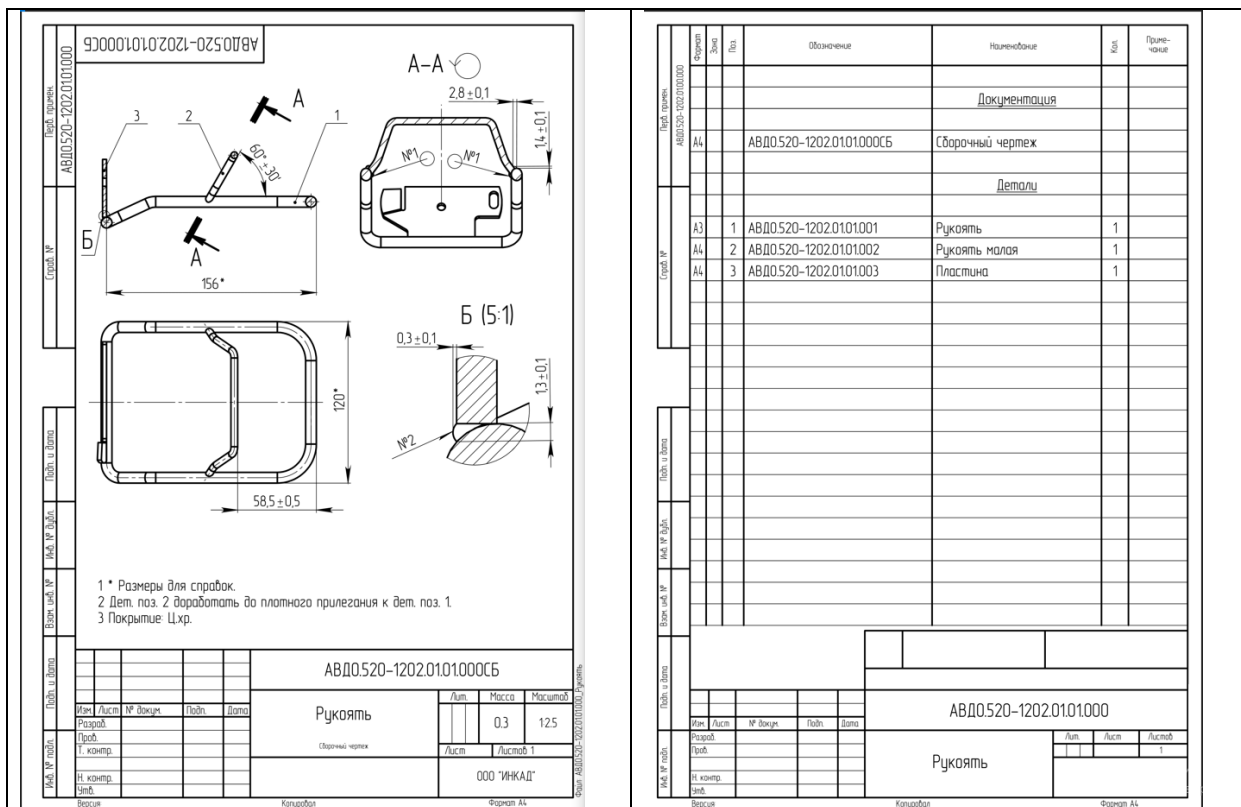

Рисунок 4.42 – Пример сборочного чертежа с указанием позиций и спецификация к чертежу
2. Начать чтение чертежа с основной надписи (рисунок 4.42). Записать в тетрадь: наименование изделия, материал из которого изготовлено изделие, масса изделия, масштаб чертежа и т.д.